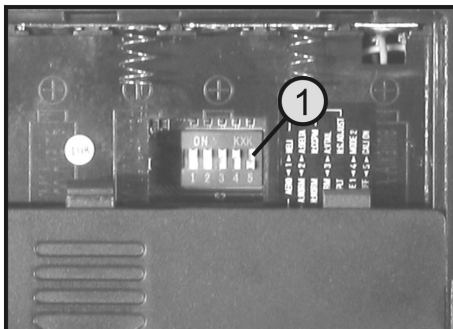

Figure 37
Eteignez l'émetteur et déplacez l'interrupteur DIP 5 (voir fig. 37, pos. 1) de la position basse « OFF » à la position haute « ON ».